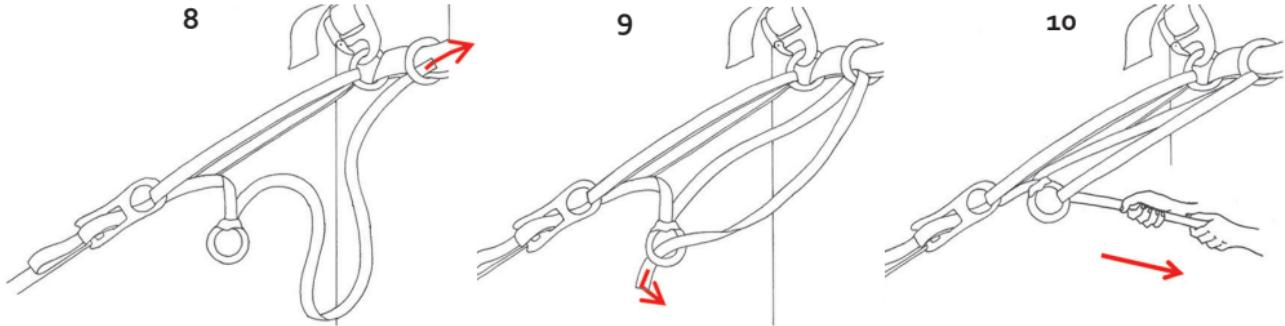

Abb. 13
- Fädeln Sie das Restband zunächst durch den in der Rundschlinge eingefädelten Express-Ring und lassen Sie es dann durch den zweiten Express-Ring laufen (Abb. 13, 8–9).
- Ziehen Sie zum Spannen der Slackline wie gewohnt am Restband in Verlängerung der Slackline (Abb. 13, 10).